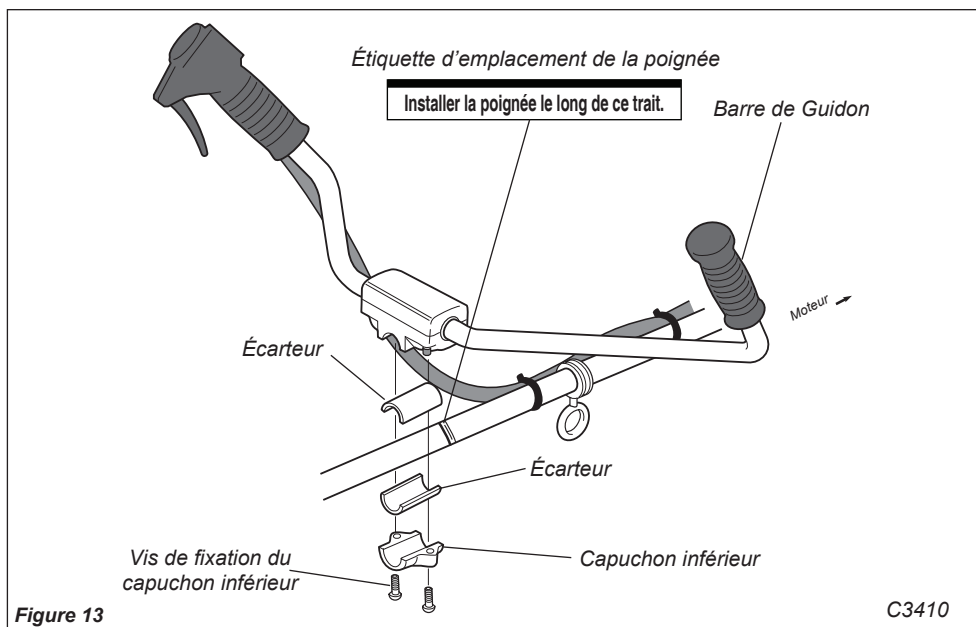

Figure 13
1. Utiliser la clé hexagonale de 4 mm pour retirer les vis de fixation du capuchon inférieur du support de guidon. Retirer le capuchon du support et noter la position des deux écarteurs installés entre les moitiés de support. Voir figure 13.